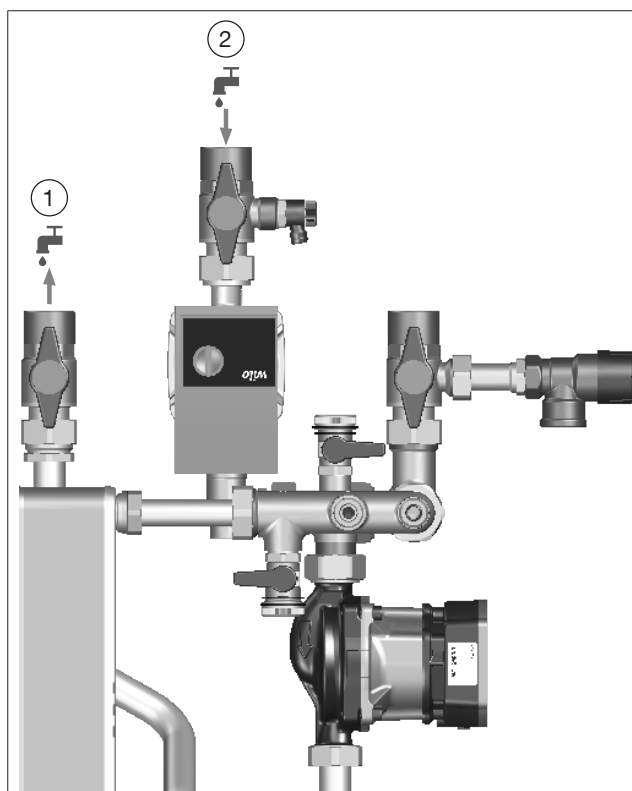

Abb. 10: Funktionsbeschreibung (Bsp. mit Hocheffizienzpumpe)
► Verrohren Sie die Zirkulationsleitungen wie in Abb. 10 beschrieben.
Wenn Sie das Zirkulationsset ohne Hocheffizienzpumpe verwenden, können Sie die Hocheffizienzpumpe beliebig zwischen der letzten Zapfstelle und der Frischwasserstation in den „Rücklauf Zirkulation Trinkwasser warm“ (Position 2 in Abb. 10) einbauen.
1. Öffnen Sie langsam den Absperrkugelhahn Rücklauf Zirkulation Trinkwasser warm (siehe Position (2) in Abb. 10).
- Schließen Sie langsam die Absperrkugelhähne am „Rücklauf Zirkulation Trinkwasser warm“ und am „Vorlauf Zirkulation Trinkwasser warm“ (Positionen (1) und (2) in Abb. 10 auf Seite 10).